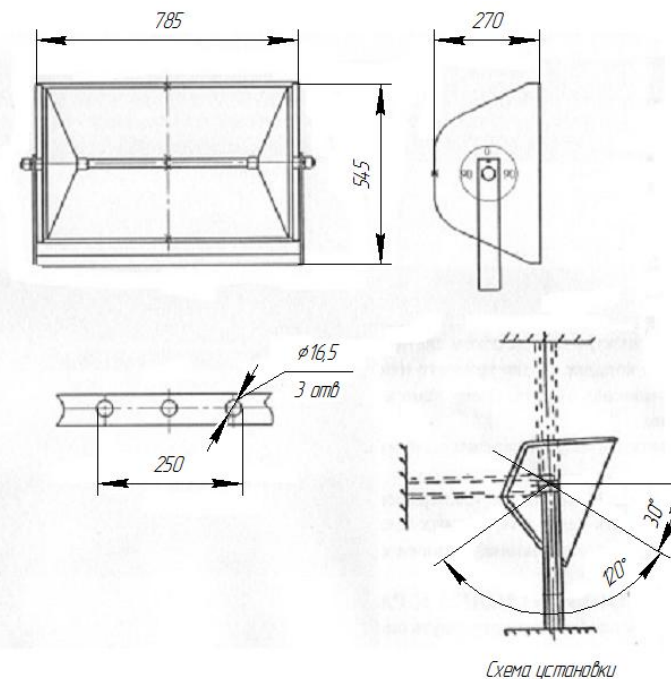

Рисунок 1 – Прожектор ИСУ02-5000/К23-01 (со схемой вариантов установки прожектора, обеспечивающих дождезащитенность).
2.1 Светильник ИСУ02-5000/К23-01 (рисунок 1) предназначен для освещения аэродромов, карьеров, строительных площадок, котлованов и больших открытых пространств.